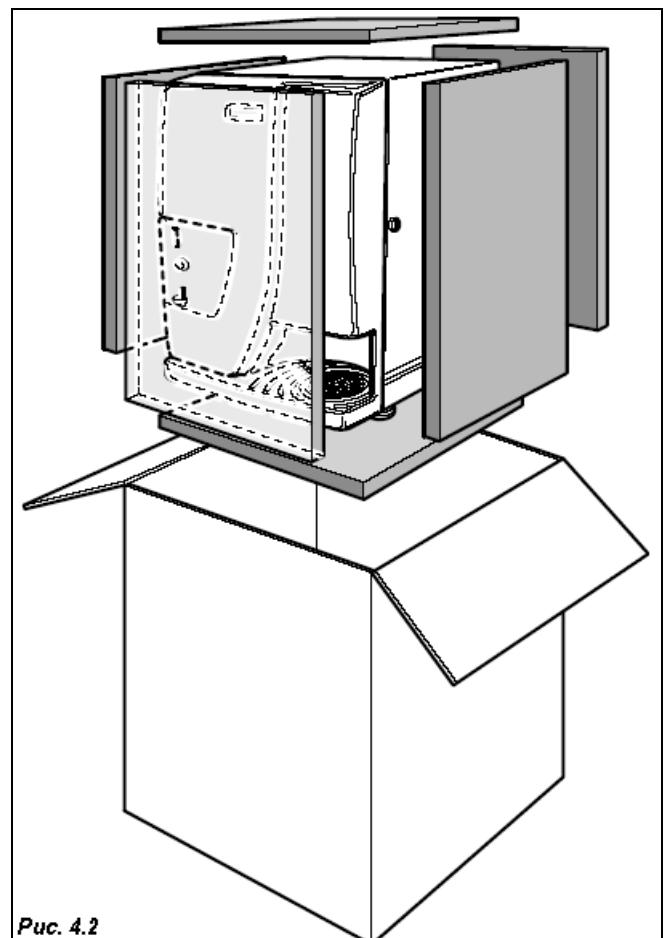

Рис. 4.2
Во время хранения не ставьте торговые автоматы друг на друга, храните их в вертикальном положении, в сухом помещении при температуре не ниже 1°C (Рис.4.2).
Автомат поставляется в картонной коробке в полистироловой упаковке (Рис.4.2).
- Освободите автомат от упаковки и снимите полистироловые панели, вынув их из коробки вместе с автоматом (Рис. 4.2).